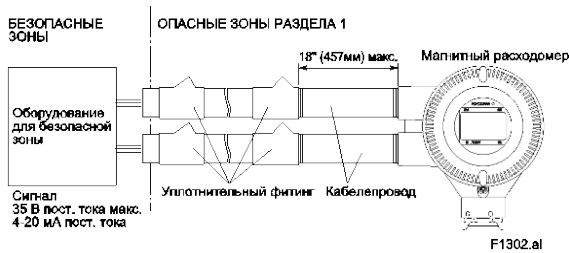

Рисунок 14.2. Прокладка электропроводки в кабелепроводе
- В опасных местах электропроводка должна прокладываться в кабелепроводах, как показано на рис. 14.2.
(3) Эксплуатация